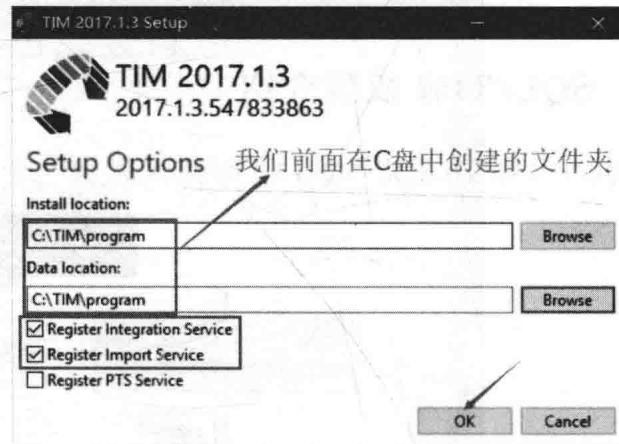

图 2-21
(3) 单击【Options】选项，然后在弹出的对话框中选择路径，这里的路径选择我们在 C 盘中创建的【program】文件夹，并勾选“Register Integration Service（寄存器集成服务）”和“Register Import Service（注册导入服务）”这两个选项，最后单击【OK】选项完成设置，如图 2-21 所示。